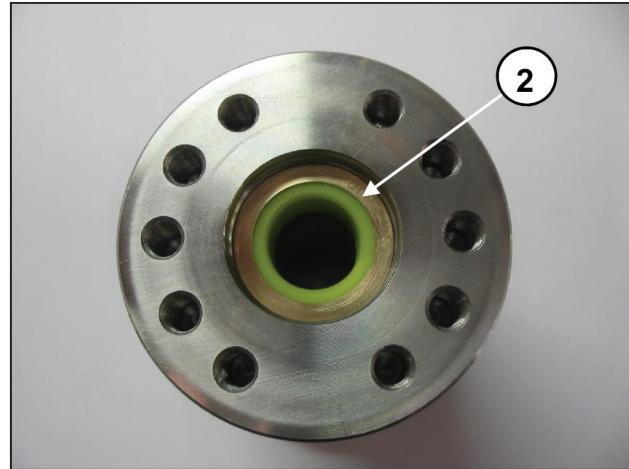
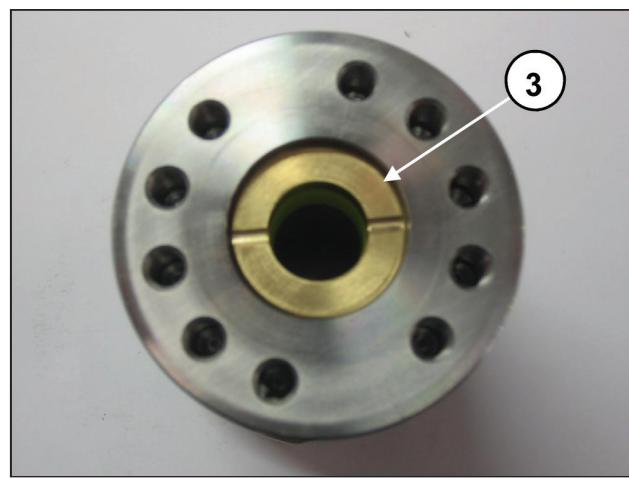
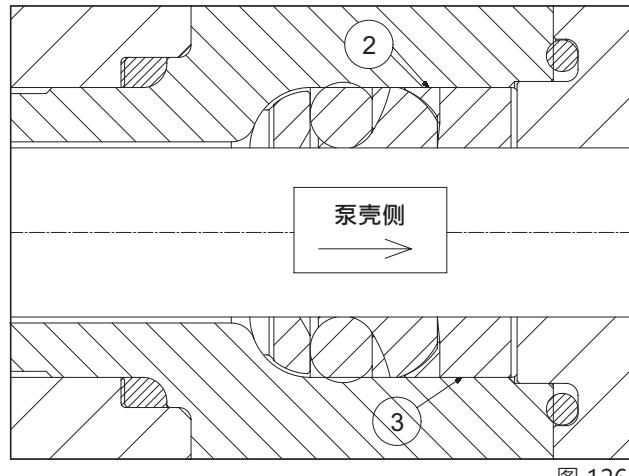

图 124
图 125
图 126
- 插入抗挤压环②和密封圈衬套③，如图 124、图 125、图 126 所示定位。
密封圈衬套③必须插入支撑中，并且排水口朝外（泵壳侧），如图 125 和图 126 所示。